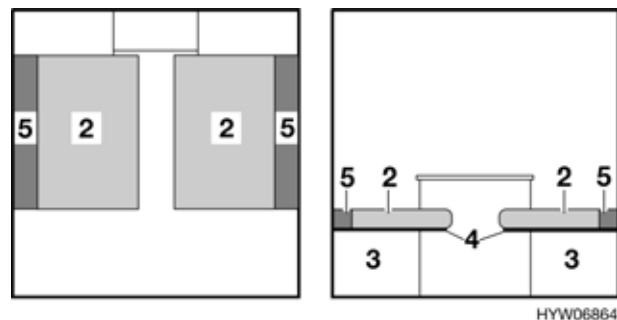

Fig. 92 Dopo la trasformazione in letti singoli
- Estrarre il telaio portamaterasso (Fig. 92,4) per l'allargamento del letto sul cassone sinistro e su quello destro.
- Piazzare il cuscino aggiuntivo (Fig. 92,5) tra il cuscino del divano (Fig. 92,2) e la parete esterna.